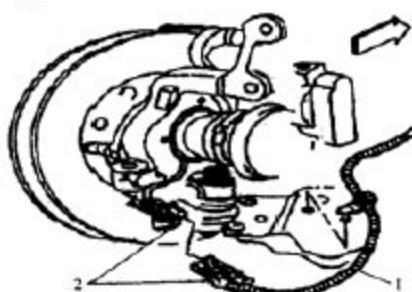

图 1-9 分离车轮速度传感器
- b). 如图 1-9 所示，断开车轮速度传感器插接器，从托架上拆卸车轮速度传感器。